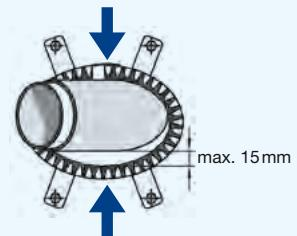

Bild 1
*Die Form der Manschette muss durch seitliches Drücken in eine ovale Form gebracht werden. Somit kann die Form der Manschette an die Durchführungssituation angepasst werden (siehe auch Bild 1).*